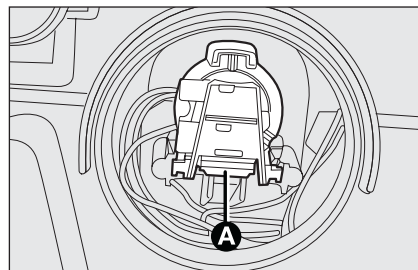

fig. 24
- ☐ presionar el dispositivo de bloqueo A - fig. 24 y extraer el portalámparas;